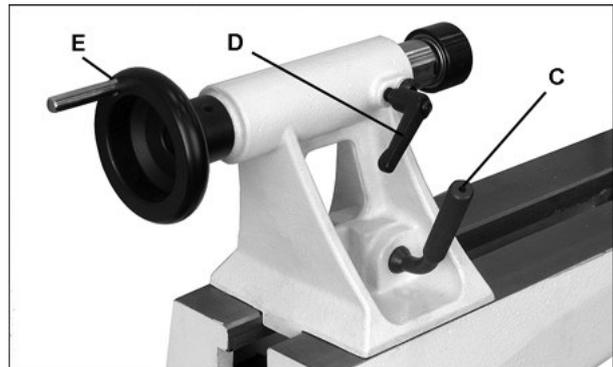

Рисунок 26
Поворачивайте маховик (Е, Рис. 26) по часовой стрелке, чтобы выдвинуть пиноль, зажмите фиксирующую рукоятку (D).